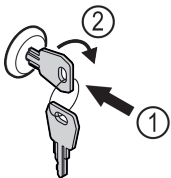

Fig. 46 Primjer izgleda
- ▶ Uvucite ključ Fig. 46 (1).
- ▶ Okrenite ključ za 90° nadesno Fig. 46 (2).